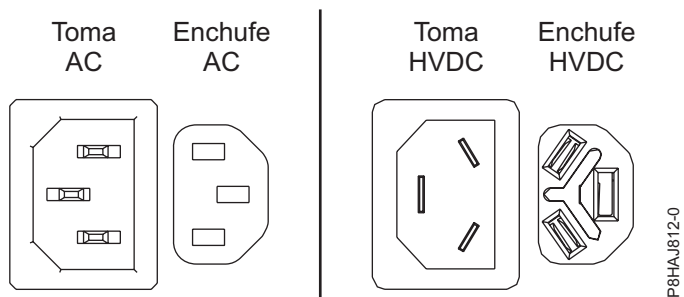
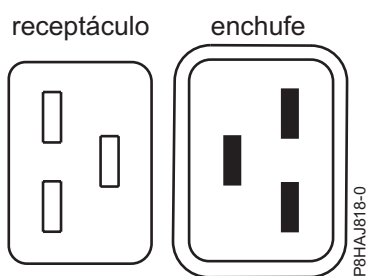
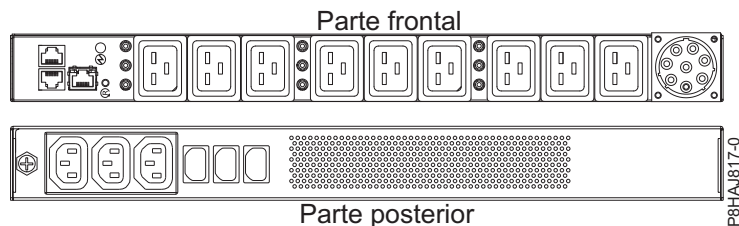

Figura 26. Conectores de CA y HVDC
Figura 27. Conectores para el sistema 8408-44E
Figura 28. PDU para el sistema 8408-44E
En Figura 26 se muestran los conectores admitidos de corriente alterna (CA) y de corriente directa de alto voltaje (HVDC). En Figura 27 y en Figura 28 se muestran los conectores admitidos y la unidad de distribución de alimentación (PDU) para 8408-44E.